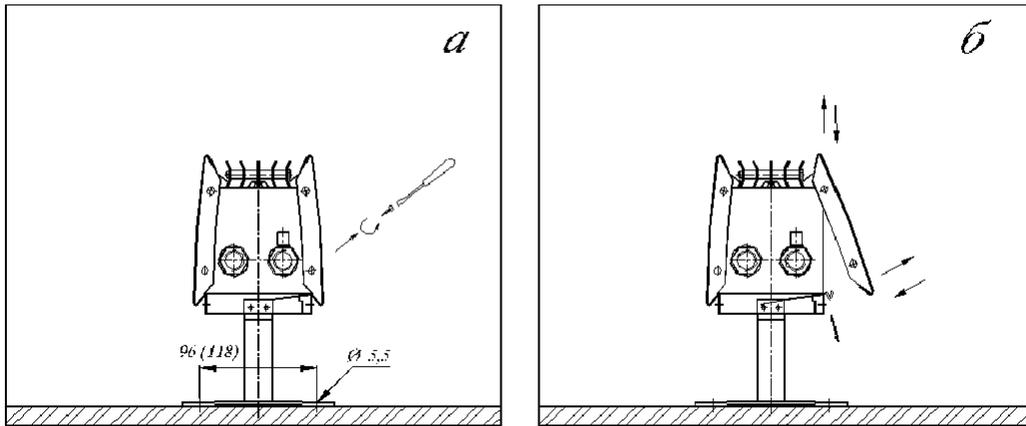

Рис. 8
- 5.4. Снять лицевую панель предварительно открутив винты на боковых сторонах конвектора и освободив нижний край панели от фиксаторов. (Рис.8.)